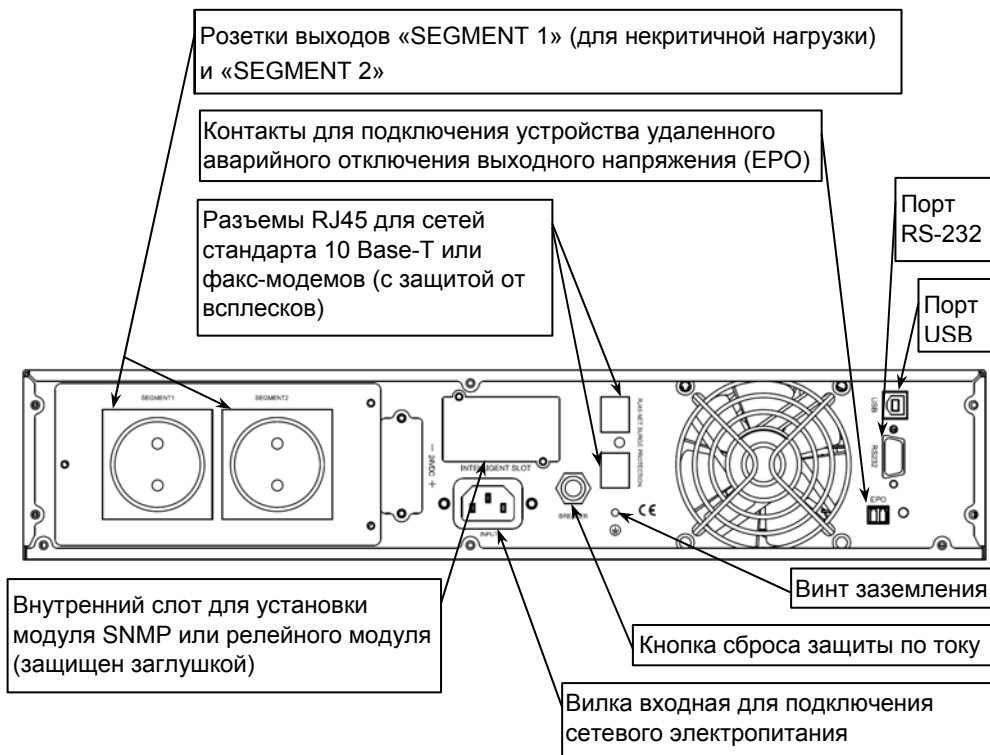

Рисунок 2 – общий вид задней панели изделия
На задней панели изделия расположены: входной и выходные разъемы, кнопка сброса срабатывания защиты по току (срабатывание защиты происходит при превышении уровня входного тока выше допустимого), вентиляторы охлаждения и разъемы коммутационных портов (см. рисунок 2).
Разместите изделие в шкафу и закрепите его на передних стойках. Соедините винт заземления изделия (см. рисунок 2) с контуром заземления телекоммуникационного шкафа перемычкой заземления (в комплект поставки не входит).
- Подключить к выходным розеткам изделия кабели питания нагрузок (см. рисунок 2).